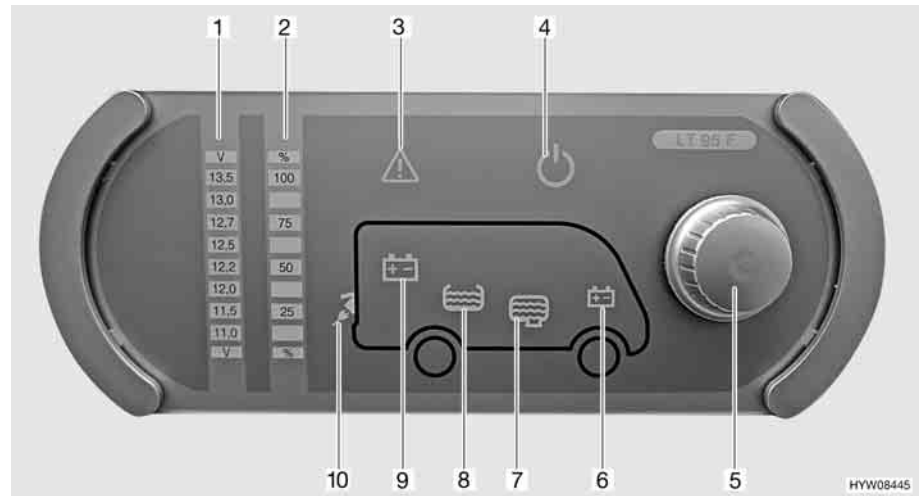

Fig. 127 Pannello di controllo (LT 95)
Il pulsante a rotazione (Fig. 127,5) inserisce o disinserisce il pannello di controllo e l'alimentazione a 12 V dell'abitacolo.
Accensione: ■ Premere il pulsante a rotazione (Fig. 127,5): L'alimentazione a 12 V dell'abitacolo è inserita. La spia di controllo a 12 V (Fig. 127,4) diventa verde.
Spegnimento: ■ Premere il pulsante a rotazione (Fig. 127,5): L'alimentazione a 12 V dell'abitacolo è disinserita. La spia di controllo a 12 V (Fig. 127,4) si spegne.
Mediante il pulsante a rotazione (Fig. 127,5) si possono interrogare sia la tensione della batteria dell'abitacolo che la tensione della batteria di avviamento. La tensione viene visualizzata sulla scala indicatore per la tensione della batteria (Fig. 127,1).
Indicazione: ■ Ruotare il pulsante a rotazione (Fig. 127,5), finché si accende il simbolo della batteria della quale deve essere interrogata la tensione.
Viene indicata la tensione della batteria dell'abitacolo (Fig. 127,9)
Viene indicata la tensione della batteria di avviamento (Fig. 127,6)
- Leggere la tensione sulla scala indicatore della tensione della batteria (Fig. 127,1).
Mediante il pulsante a rotazione (Fig. 127,5) si possono interrogare sia il livello del serbatoio dell'acqua che il livello del serbatoio delle acque grigie. Il livello viene visualizzato sulla scala indicatore livello dei serbatoi (Fig. 127,2).
- Ruotare il pulsante a rotazione (Fig. 127,5), finché si accende il simbolo del serbatoio del quale deve essere interrogato il livello.
Viene indicato il livello del serbatoio dell'acqua (Fig. 127,8)
Viene indicato il livello del serbatoio delle acque grigie (Fig. 127,7)
- Leggere il livello sulla scala indicatore del livello serbatoio (Fig. 127,2).
La spia luminosa Alarm (Fig. 127,3) lampeggia non appena i valori limite fissati vengono superati per eccesso o per difetto.
La spia luminosa Alarm (Fig. 127,3) lampeggia non appena la tensione della batteria scende al di sotto di 11 V. Se l'alimentazione a 12 V è accesa, si accende anche il relativo simbolo della batteria (Fig. 127,6 o 9), e l'indicatore "11,0" sulla scala indicatore della tensione della batteria (Fig. 127,1) lampeggia. Rischio di uno scaricamento totale della batteria.
La spia luminosa Alarm (Fig. 127,3) lampeggia ed il relativo simbolo del serbatoio (Fig. 127,7 o 8) si accende non appena il serbatoio dell'acqua è vuoto o il serbatoio delle acque grigie è pieno.
La spia di controllo a 230 V (Fig. 127,10) si accende quando all'ingresso della centralina elettrica è presente una tensione di rete.